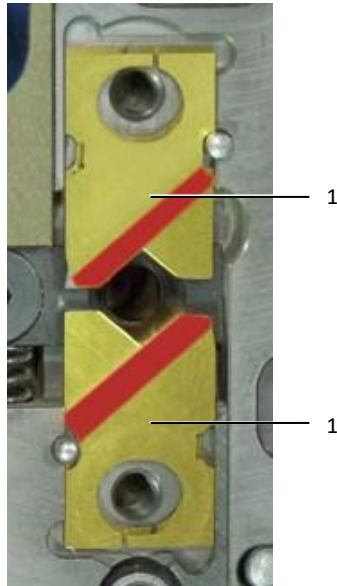

Bild 31: Byta klingor
- Lägg varje par klingor tillsammans så att de avfasade kanterna (rödmarkerade på bild 31) pekar utåt.